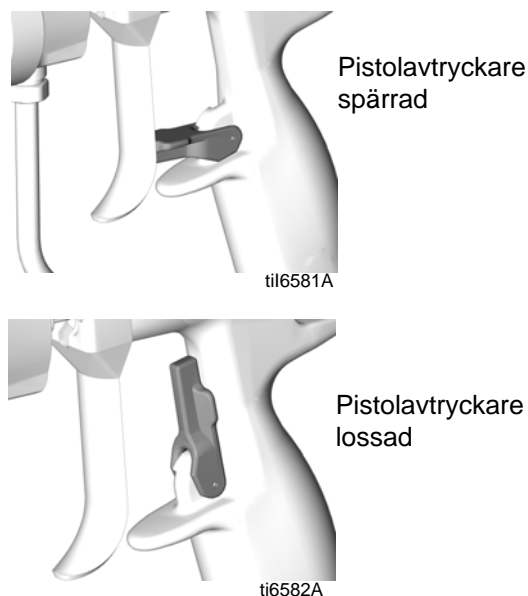

FIG. 3. Avtryckarlås
Se FIG. 3. Lås alltid avtryckarspärren när du avbryter sprutningen, så att inte pistolen aktiveras oavsiktligt manuellt eller om du tappar den eller den får en stöt.
1. Se FIG. 3. Spärra pistolens avtryckare. Ta bort munstycksskyddet och sprutmunstycket från pistolen. Se pistolhandboken.